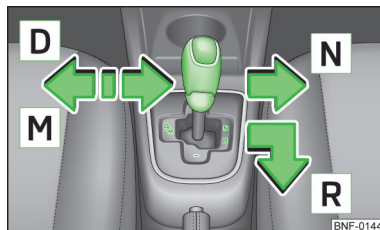

Bild 81
Med växelväljaren kan följande lägen väljas » bild 81:
- Tryck växelväljaren åt vänster i pilens riktning » bild 81 på sidan 76 och lägg i läge **D**.